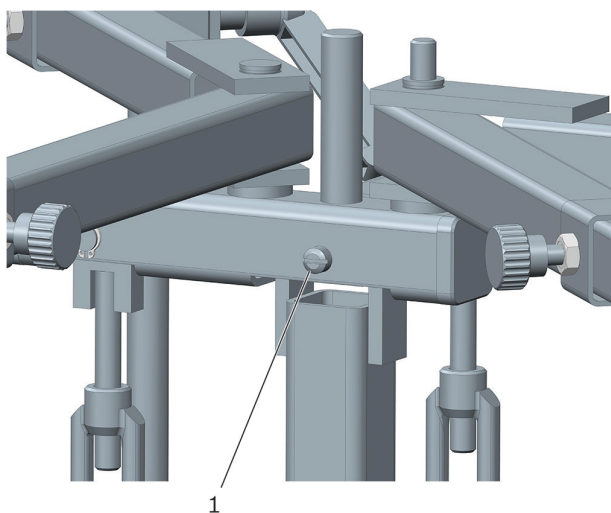

图 11: 轴螺钉 1 的位置，轴螺钉 2 位于相反侧（未显示）
- ▶ 确保在变速箱支架旋转范围内按顺序固定轴螺钉（2个）（请参见图 11）。